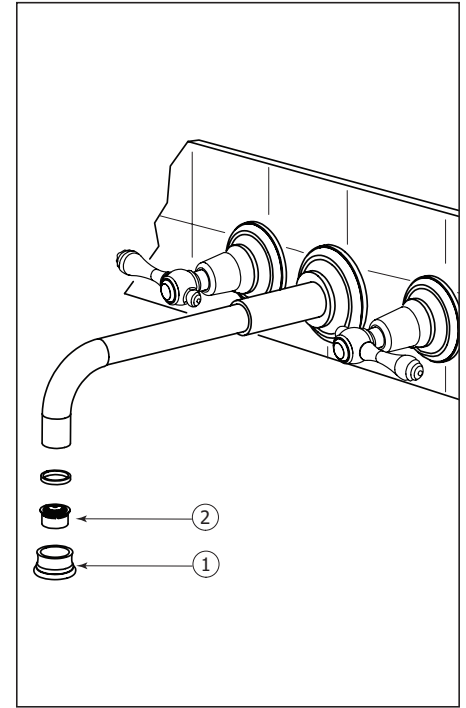

Fig.6
-To clean the aerator (2), unscrew the aerator case (1) from the spout. Then, pull out the aerator and soak it in a vinegar and water solution to remove lime build-up.
-Once parts have been cleaned, reassemble by reversing steps (Fig.6).
-Pour nettoyer l'aérateur (2), dévisser le boîtier de l'aérateur (1) et le tremper dans un mélange de vinaigre et d'eau pour retirer le calcaire qui pourrait s'y être accumulé.
-Une fois les pièces nettoyées, inverser les étapes pour réassembler l'aérateur. (Fig.6).